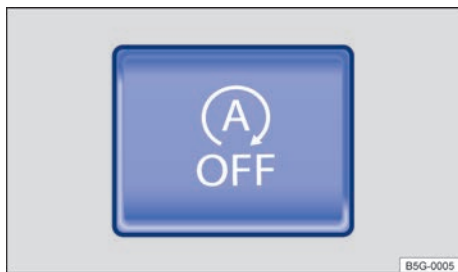

图 118 中央副仪表板：发动机自动起停系统按钮
- 按压两次中央副仪表板上的  ⇒ 图 118。
- 按压中央副仪表板上的  按钮 ⇒ 图 118。